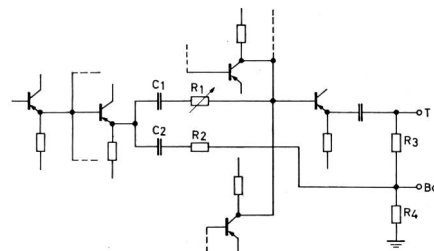

Fig. 5
3.3 Kompensationszweig und Beobachtungsanschluss (Fig. 5)
3.3 Circuit de compensation et raccordement pour observation de service (fig. 5)